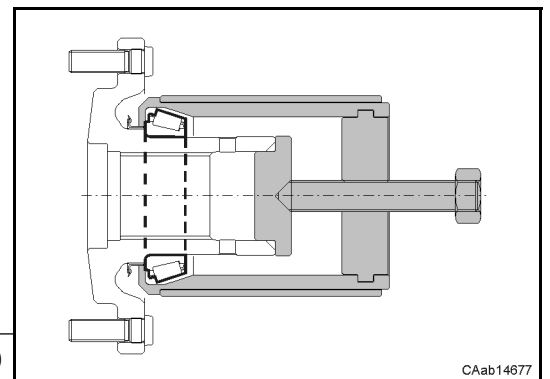

Fig. 10
- Usare sempre gli estrattori idonei per rimuovere i cuscinetti (Fig. 10).
Always use suitable extractors to remove the bearings (Fig. 10).